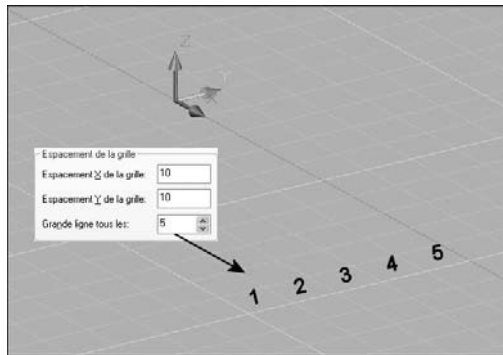

Fig.15.30
- **Grande ligne tous les** (Major line every) : spécifie la fréquence des grandes lignes de grille par rapport au petites lignes de grille. Les lignes de grille plutôt que les points de grille sont affichées lorsque le style visuel est autre que Filaire 2D (fig.15.30).